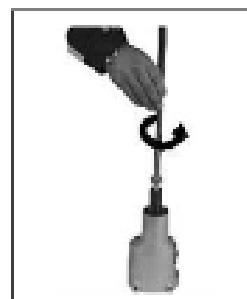

Рис. 5
- Соедините насадку с миксером, закрутив резьбовое соединение по часовой стрелке (Рис. 5). Используйте гаечные ключи (входят в комплект) для надежной фиксации насадки.